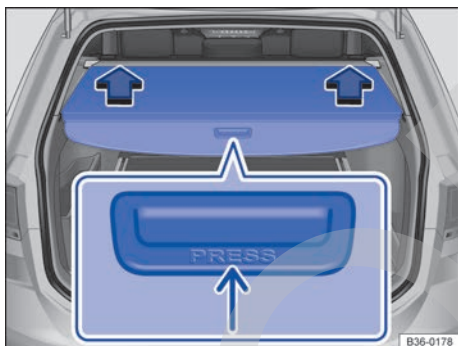

Fig. 186 En el maletero: abrir la cubierta del maletero.
- Presione la parte trasera de la cubierta → **fig. 186** (flecha pequeña) un poco hacia abajo. La cubierta se abre automáticamente hasta el centro del maletero.